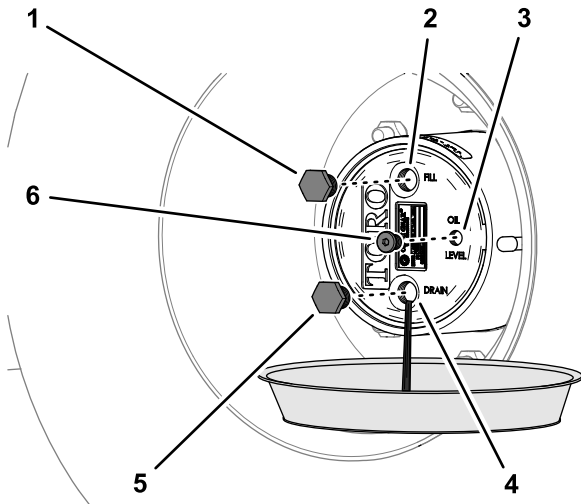

Figura 99
- Coloque um recipiente de escoamento debaixo do cubo da transmissão da engrenagem planetária, retire o tampão de escoamento, tampão de enchimento e tampão de verificação e deixe o lubrificante drenar completamente (Figura 99).